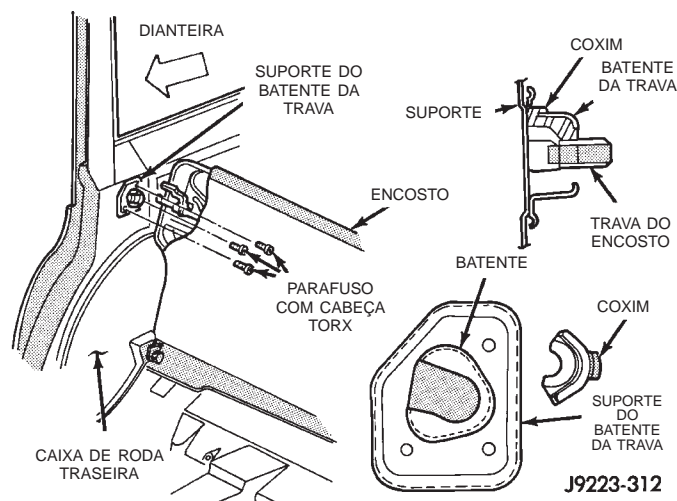

Fig. 15 Remoção/Instalação do Suporte do Batente da Trava do Encosto
- (1) Desengate o assento na parte traseira puxando a correia liberadora para cima.
- (2) Incline o estofamento para a frente.
- (3) Libere a trava do encosto do batente.
- (4) Incline o encosto para a frente para obter acesso ao suporte do batente.
- (5) Remova os parafusos de retenção e o suporte do batente da trava do painel de acabamento (Fig. 15).